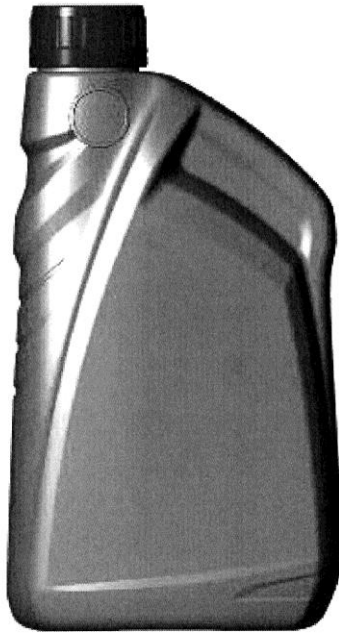

Fig.2
- Fig. 2** – butelka w widoku z boku od strony otworu wlewowego,